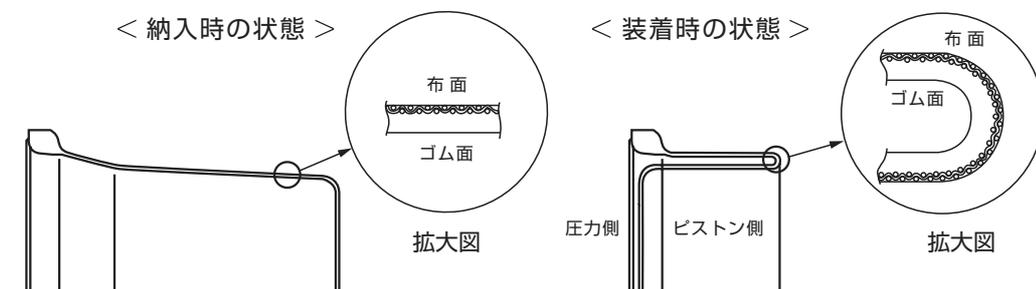

Fig.5
- a) BFダイアフラムを交換する時には、必ず基布面がシリンダとピストン壁に接触し、ゴム面が環状U溝の内側(圧力側)にくるようにBFダイアフラムを組み付けてあることを確認して下さい。(Fig.5)